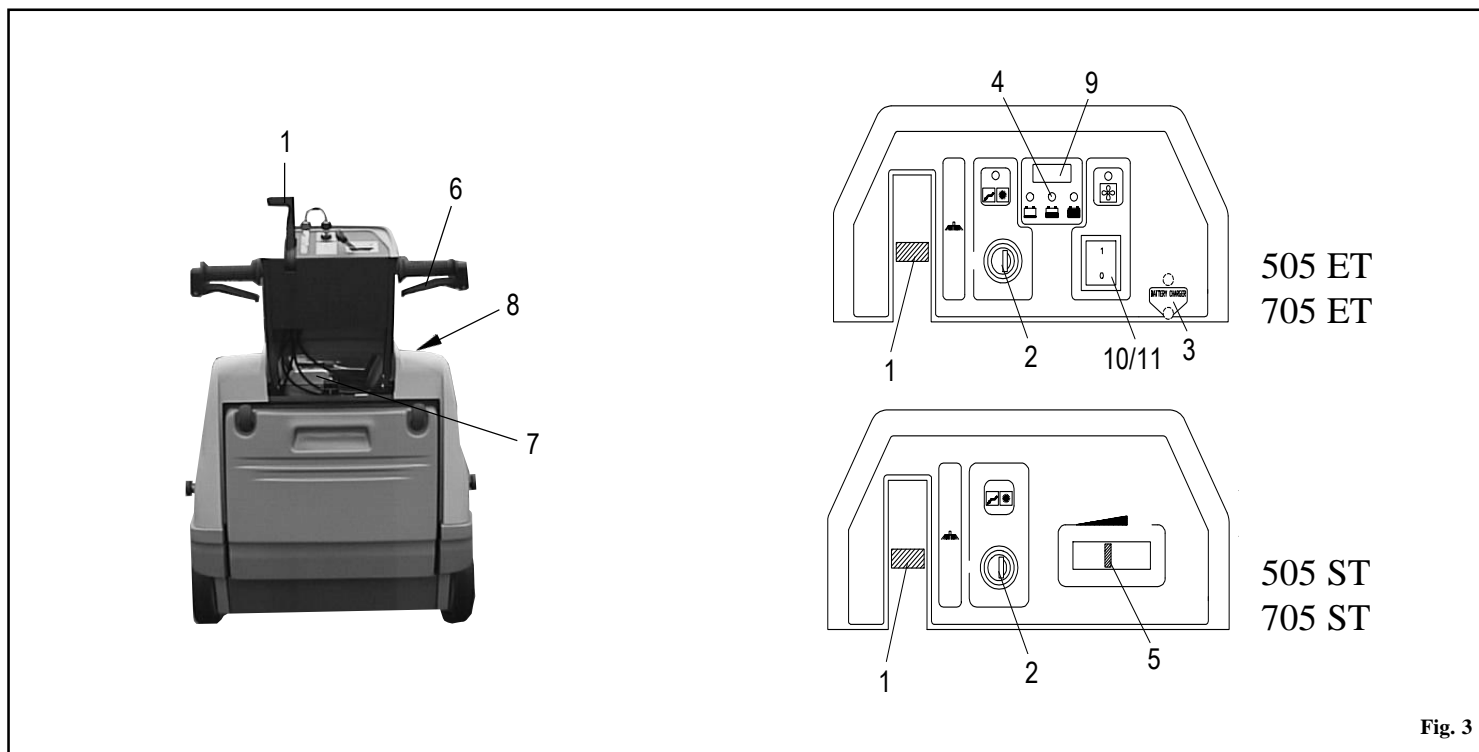

Fig. 3
- Mettez le levier lève-brosse **pos. 1 Fig. 3** sur **OFF**.
OFF pour pouvoir activer la clé d'arrêt **pos. 2 Fig. 3** sur le tableau de bord. Pour des renseignements plus précis sur le moteur, veuillez consulter le livret spécifique du moteur.
- Vérifiez si la brosse latérale **pos. 1 Fig. 3** est sur **OFF**.
- Mettez l'interrupteur à clé **pos. 2 Fig. 3** sur **ON**. Après avoir tourné la clé attendez à peu près 10 minutes avant que la machine démarre. Vérifiez avec l'appareil **pos. 4 Fig. 3** si la batterie est chargée à bloc avant de commencer à travailler. Sinon, rechargez-la.
- Tirez le levier de traction **pos. 6 Fig. 3** et effectuez le nettoyage.
En cas de besoin, actionnez le levier **pos. 1 Fig. 3** et mettez-le sur **ON** pour insérer la brosse latérale.
- Mettez le levier de l'accélérateur **pos. 5 Fig. 3** sur **START**.
- Mettez la clé **pos. 2 Fig. 3** en position de **ON**.
- Agissez sur l'accélérateur **pos. 5 Fig. 3** et dosez le régime souhaité.
- A la fin du travail, porter le brosse latérale **pos. 1 Fig. 3** dans la position **OFF**. Mettez le levier accélérateur en **pos. START** et éteindre la machine en mettant l'interrupteur à clé **pos. 2 Fig. 3** en **pos. OFF**. Fermez le robinet de l'essence **pos. 3 Fig. 4**.
- Branchez la prise **pos. 3 Fig. 3** sur un chargeur de batterie (12V 10A).
La durée de la batterie dépendra de l'entretien périodique et de son état de charge. Ne déchargez pas la batterie au-delà du seuil signalé par le voyant **pos. 4 Fig. 3**. Rejoint la limite max. de décharge, la machine va s'arrêter et doit être rechargée pour pouvoir continuer à travailler
- A) A l'aide du secoueur de filtre **pos. 7 Fig. 3**, appuyez et relâchez le levier de manière que le marteau du secoueur de filtre frappe contre le filtre et en détache la poussière. Répétez l'opération 5 ou 6 fois.